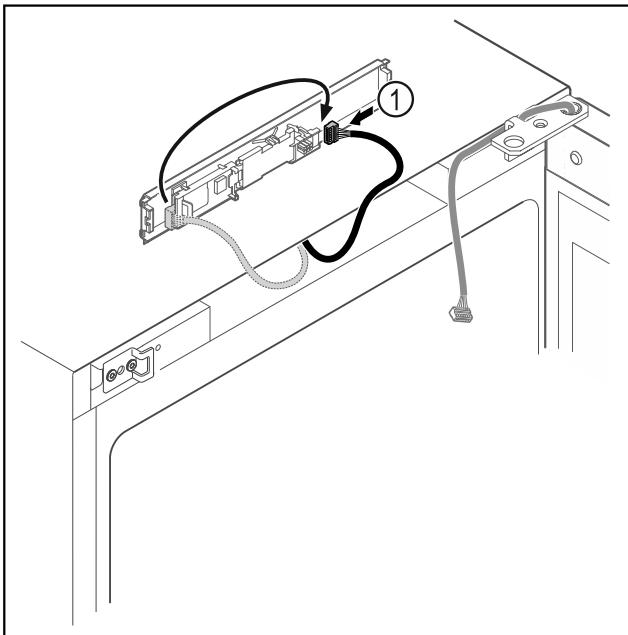

Fig. 15
► Переставити штекер Fig. 15 (1) на плиті.